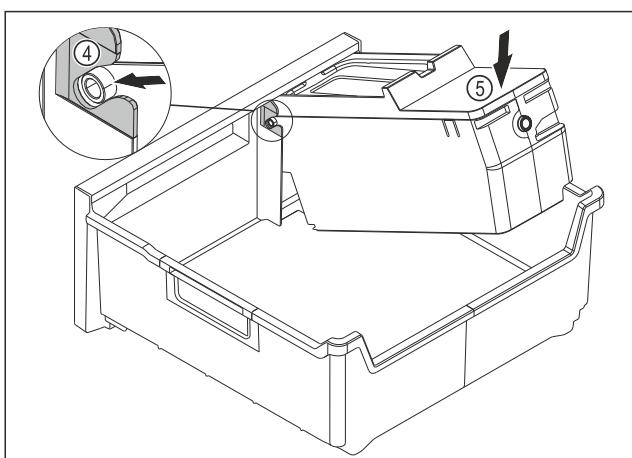

Fig. 100
- Встановіть корпус EasyTwist-Ice: Вставте осі корпусу EasyTwist-Ice в напрямні Fig. 100 (4).
- Натисніть на корпус EasyTwist-Ice Fig. 100 (5) ззаду вниз.